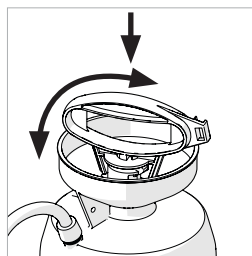

Fig. 1
- Baissez et tournez la poignée jusqu'à ce qu'elle soit en position médiane pour déverrouiller la poignée. **(Fig. 1)**